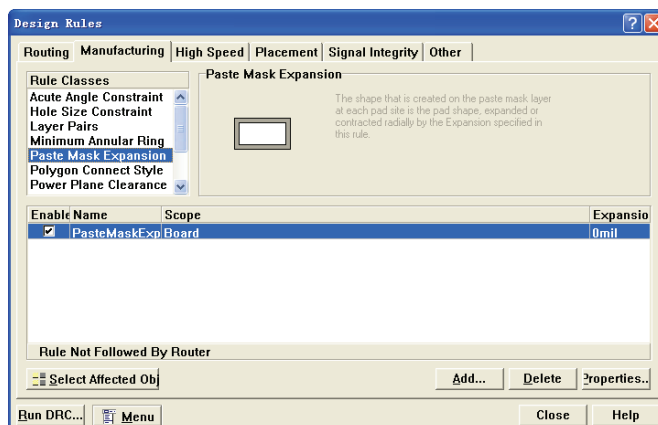

图 8-62 “Paste Mask Expansion” 规则设置选项
- “Paste Mask Expansion” 选项：设置阻焊层和焊盘之间的间距，如图 8-62 所示为该选项设置的对话框，在示意图中可以设置该距离。在设置规则时可以根据实际需要对每一个焊盘、每一个网络直到整个 PCB 上设置该间距，默认距离为 0mil。